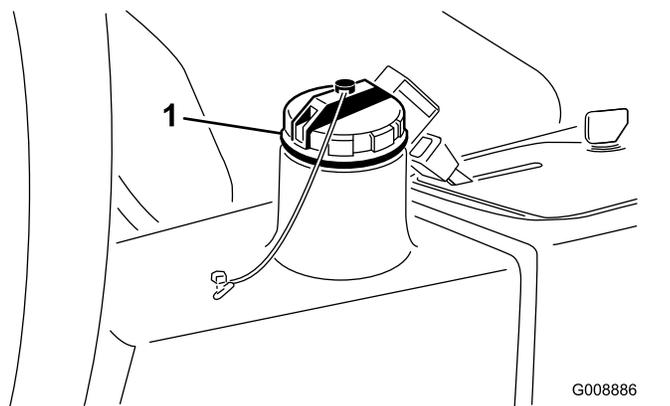

图 77
5. 为油箱图 77 注入液压油请参阅 检查液压油油位 (页码 45)。